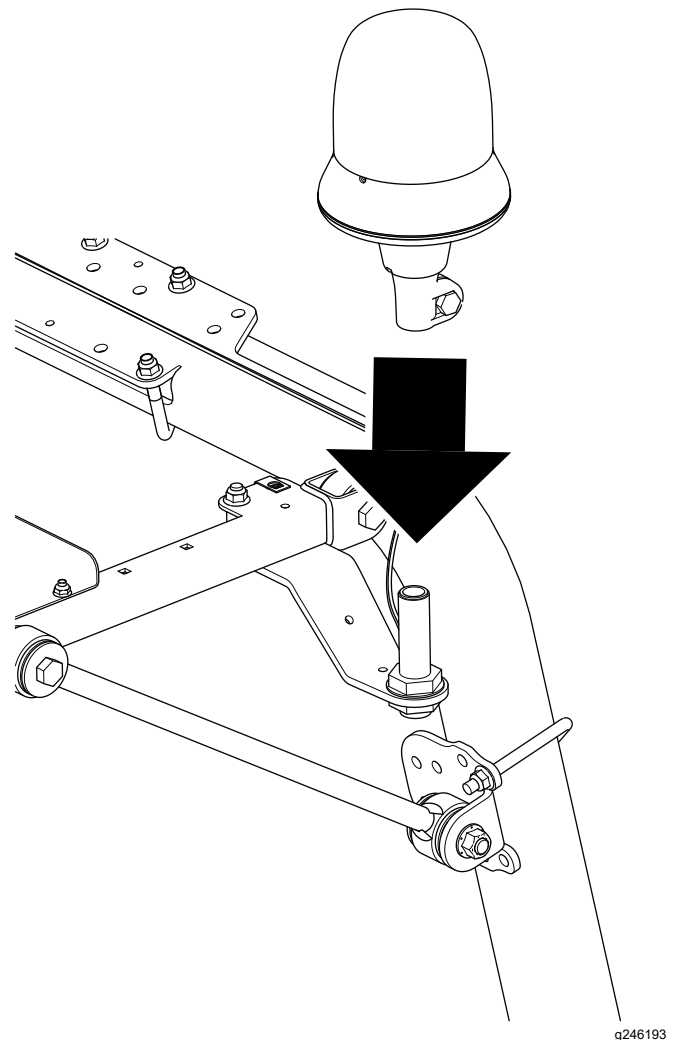

Bild 9
6. Stecken Sie die Rundumleuchte in die Fassung und ziehen Sie die Flügelmutter an (Bild 9).